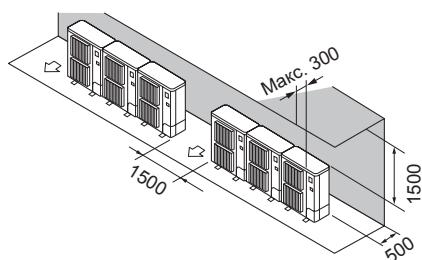

Fig. 2-13
- ② Само препятствия отзад и отгоре (Fig. 2-13)